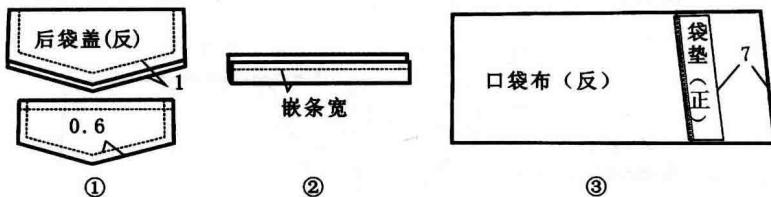

图 1.1-16 做袋盖、嵌条和袋垫
做袋盖、嵌条和袋垫: 袋盖面与袋盖里正面相叠, 按袋盖净样版画出粉印, 然后将袋盖里反面朝上, 按粉印缉线, 修剪缝份成 0.5cm 熨烫翻出, 熨烫平整后缉 0.6cm 单明线, 注意袋盖面袋角部位略吃, 使袋盖面吐出 0.2cm。(见图 1.1-16—①)。将嵌条对折熨烫
平整，并按嵌条宽缉长针线（见图 1.1-16—②）；袋垫布固定在口袋布的反面上，缉线 0.1cm（见图 1.1-16—③）。